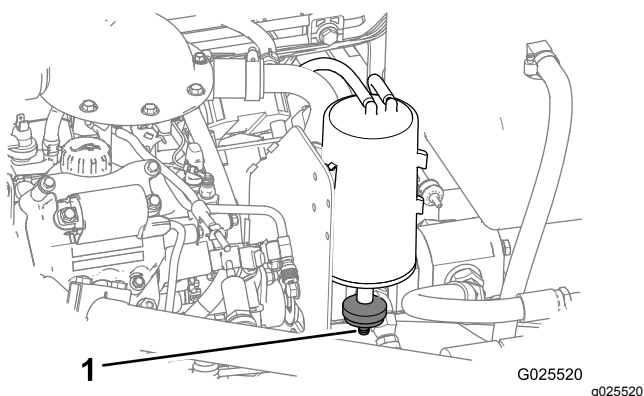

Figura 47
1. Localize o filtro de ar na zona inferior do recipiente de carbono (**Figura 47**).